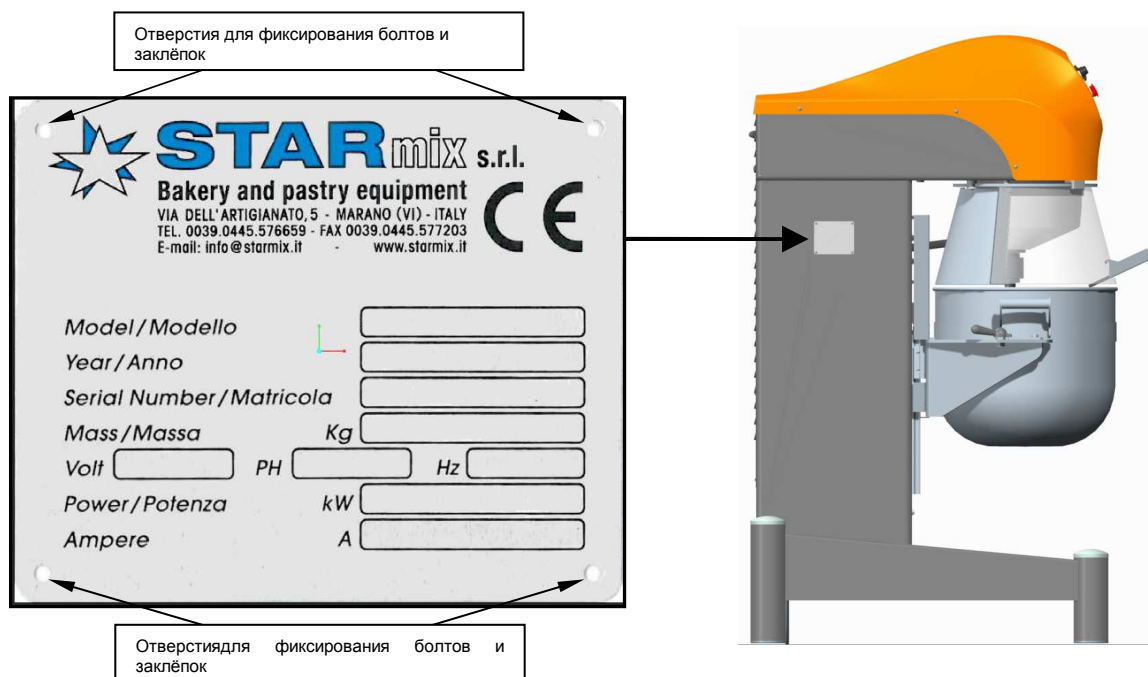
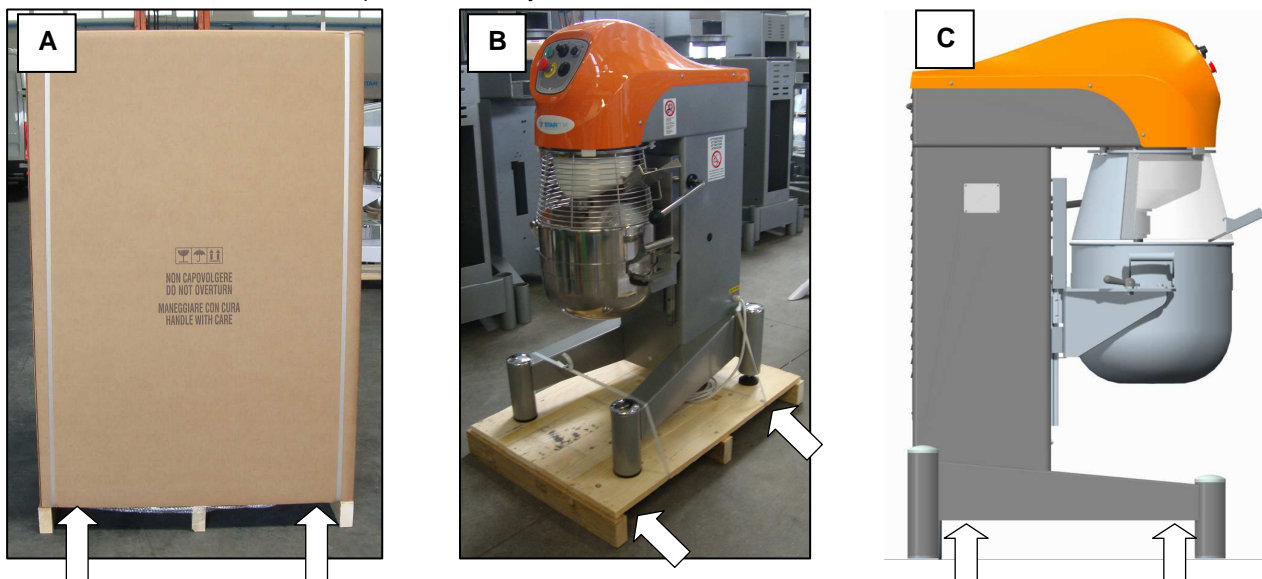
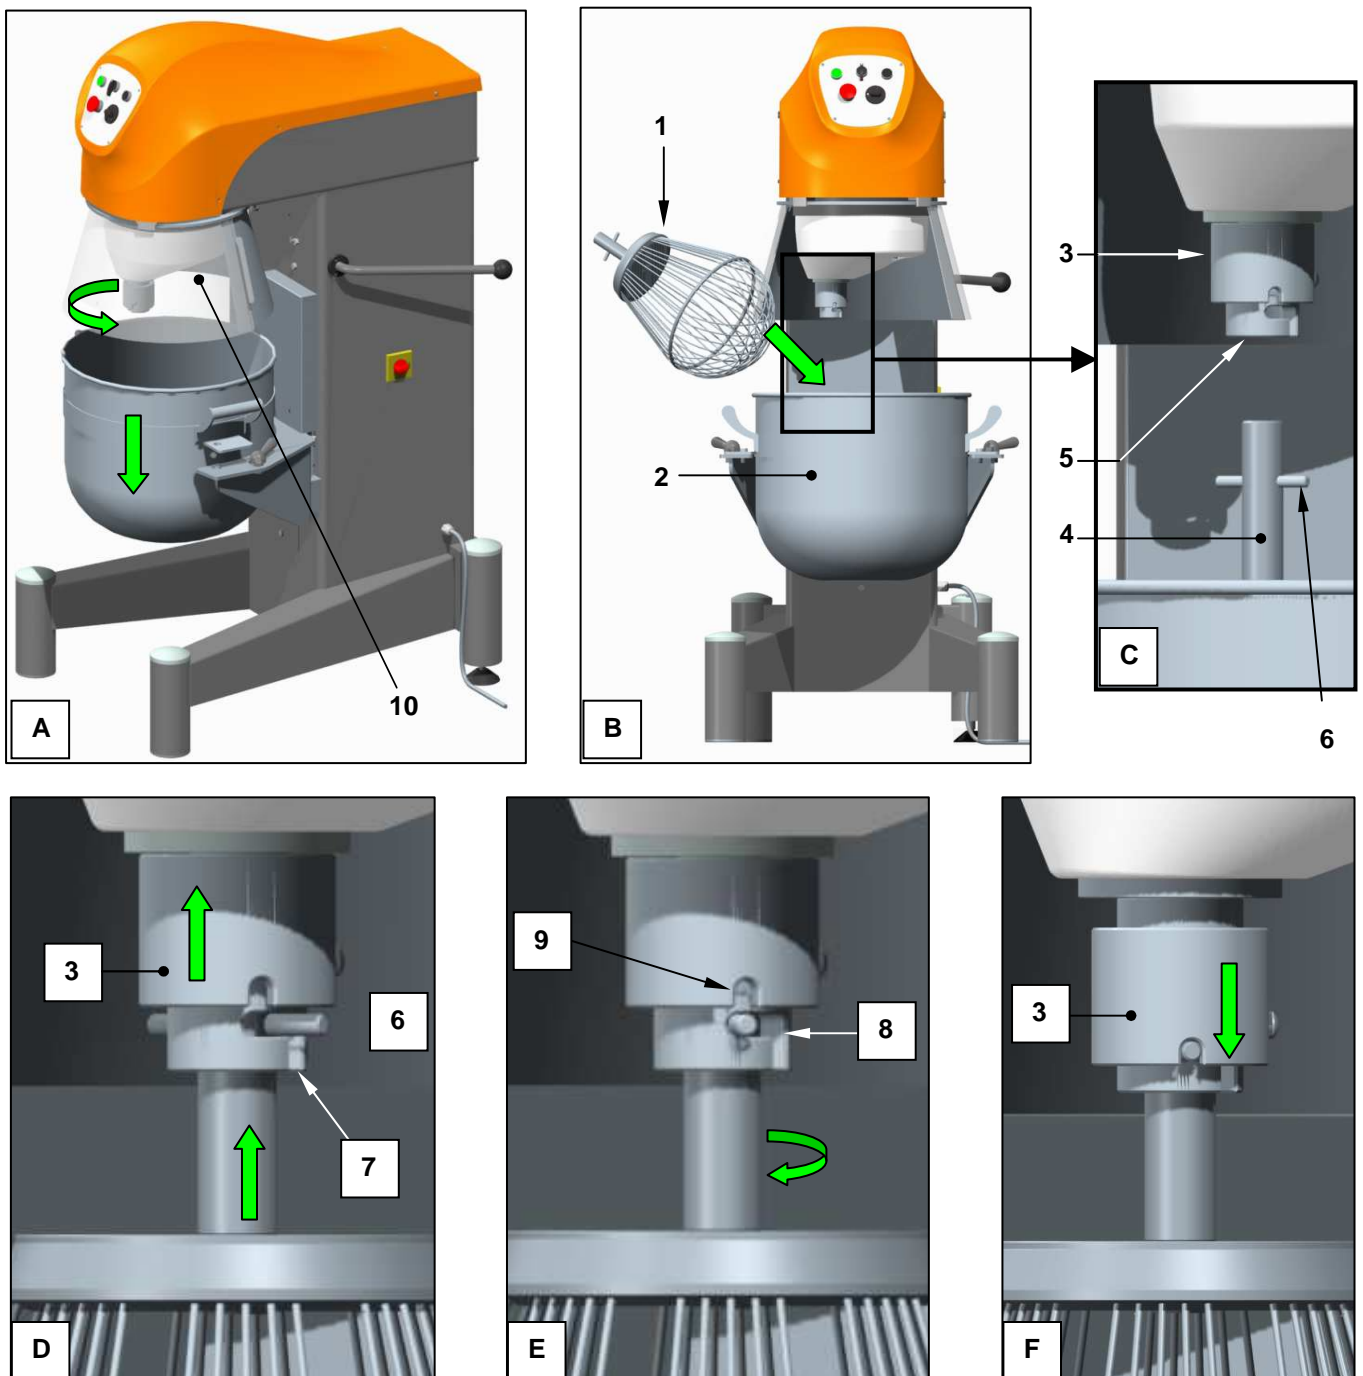

Рисунок 10 – Идентификационная табличка и её расположение
Рисунок 11- Поднятие и перемещение оборудования с помощью автопогрузчика
Рисунок 13- Установка насадки для замеса теста
Табличка, на Рисунок 10, на которой изображены нестираемые надписи (шелкографические и штампованные), маркировка ЕС, информация о производителе, серийный номер, год выпуска, вес, данные об электрических соединениях, плотно прикреплена к оборудованию (с помощью болтов и заклёпок) в месте, изображённом на рисунке.
- без обволакивающих материалов, в коробках из толстого картона, зафиксированного на паллетах (Рисунок 11/А)
- (по морю) в герметичном пакете и коробках из толстого картона, зафиксированном на паллетах (Рисунок 11/А)
- без обволакивающих материалов, в коробках из толстого картона, зафиксированного на паллетах (Рисунок 11/В)
Для перемещения оборудования вставить вилы автопогрузчика с противоположной стороны от общего выключателя оборудования, с внутренней части опорных пунктов основы, на которой стоит оборудование и как можно ближе к ним самим, как изображено на Рисунок 11/С.
Посмотрите Рисунок 13 для установки насадок на оборудование.1 (операция более доступна при отсутствии дежи, рис.2);
- при присутствии дежи во время операции, полностью опустить её):- открыть полностью защитную крышку дежи рис.10 и вставить насадку рис.1 в дежу рис.2 (фото А – В), поднять зажим рис.3, вставить вал рис.4 насадки в гнездо рис.5, штифт должен плотно войти в отверстие рис.7 (фото С – D);
Ссылаясь на Рисунок 13, для демонтажа насадки (операция более доступна при отсутствии дежи, рис. 2; при присутствии дежи во время операции, необходимо опустить её до упора):
- открыть полностью зажимы рис.10, предохраняющие зону замеса
- поднять задвижку рис.9 и повернуть её на 90° таким образом, чтобы она оставалась поднятой, как изображено на детали С, вставить вал рис.19 скребка рис.11 в крепление рис.2, таким образом, чтобы штифт рис.12 вошёл в отверстие рис.7; после того, как штифт рис.12 зафиксируется в верхней позиции, повернуть вал рис.10 против часовой стрелки (вид сверху) до упора рис.12 (см. детали D – E – F); поднять задвижку рис.9 и повернуть её назад на 90°, отпустить её, убедившись, что она плотно вошла в отверстие рис.13(в противном случае достаточно слегка повернуть вал скребка до щелчка задвижки); установить дежу (раз.3.6), переместить её в рабочую позицию и убедиться, что скребок равномерно касается внутренних стенок дежи.
задняя пластина рис.9, должна войти в отверстие рис.10,
- открыть зажимы рис.3, - зафиксировать захваты рукой рис.4 и слегка дежу рис.1 для того, чтобы освободить крылья рис.6 из выступов рис.7 и переместить дежу к себе до полного выхода задней пластины рис.9 из отверстия рис.10